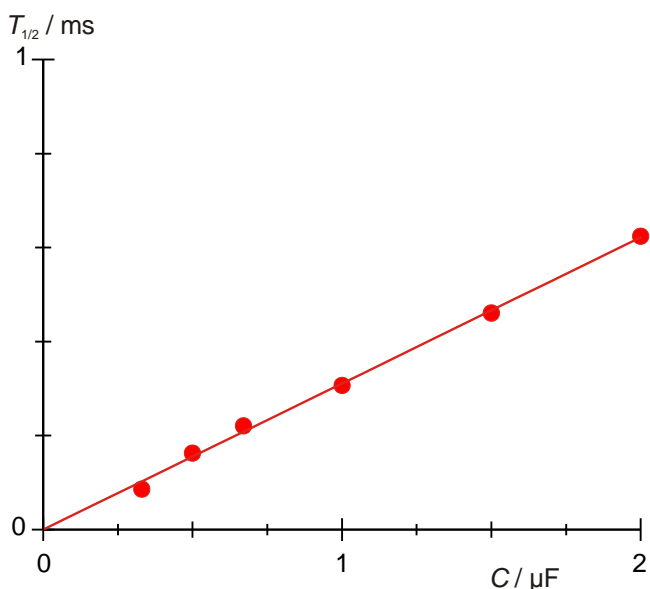

Fig. 6 : Temps de demi-vie  $T_{1/2}$  en fonction de la capacité  $C$ .
- Insérer les temps de demi-vie  $T_{1/2}$  de Tab. 4 par rapport aux capacités  $C$  dans un schéma et ajuster une droite d'origine (Fig. 6).
- Pour contrôler l'équation (3), utiliser la pente de la droite  $m_R$  pour déterminer la résistance ohmique  $R$ .